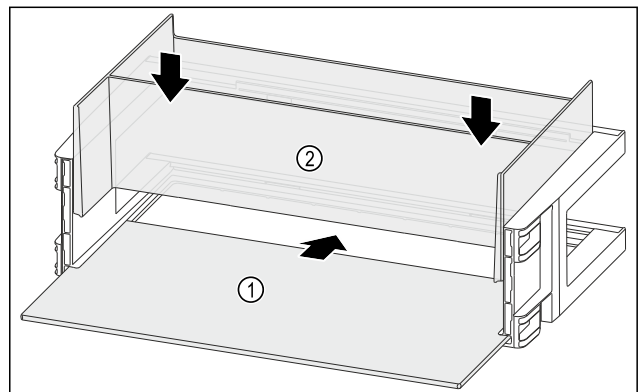

Fig. 146
- ▶ Abstellfläche Fig. 146 (1) in die seitlichen Aussparungen einschieben.
- ▶ Organizer Fig. 146 (2) einsetzen.